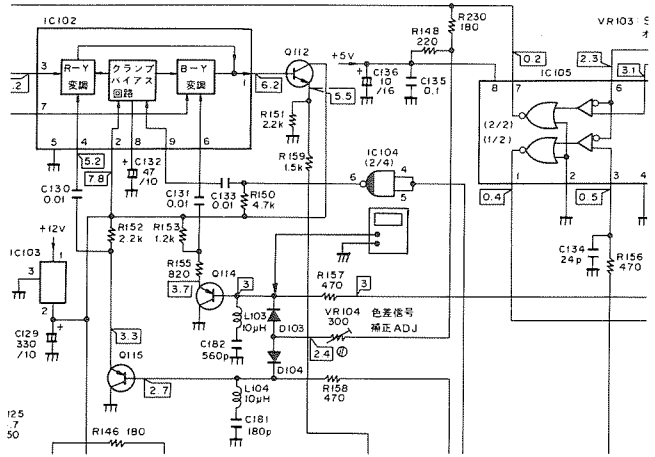

図9.2 色差信号補正部調整
1. 現象オシロスコープを図9.2に示すように接続する。
4. VR104を調整し、B-Y信号のオーバーレイフラグの部分が白レベルと同じになるようにする(写真9.1②参照。(IC105の7番ピンよりの出力でオーバーレイフラグの部分を平坦にし白レベルと同じレベルにする)。